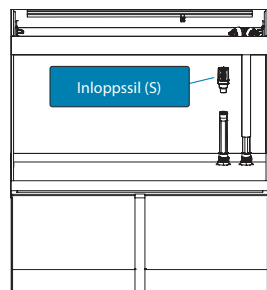
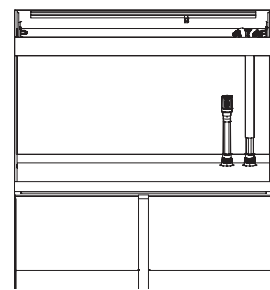
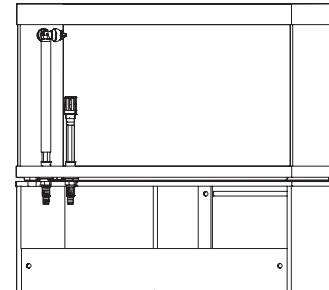

Bild 5
Bild 6
Bild 7
4. Sätt inloppssilen (S) på kontaktaxeln (A) (bild 5). Monteringens slutresultat visas på bild 6 och bild 7.